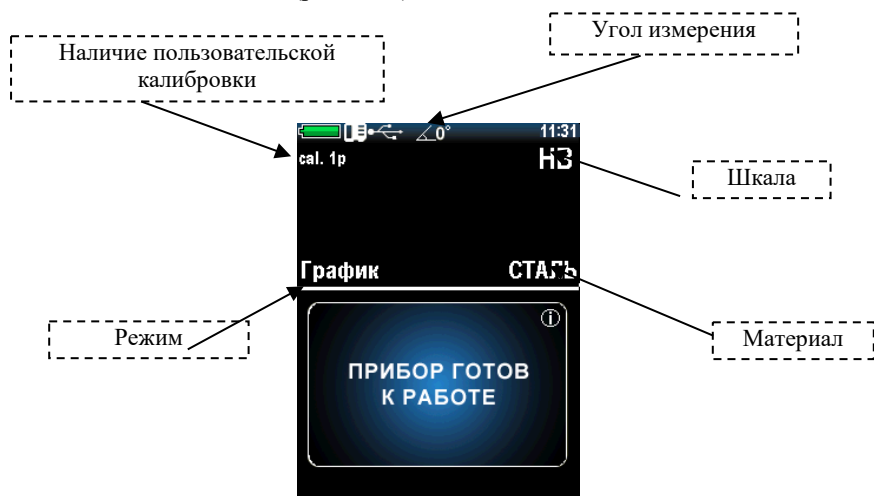

Рисунок 2.13 – Раздел «ИЗМЕРЕНИЯ»
4. Так как датчик уже подключен, прибор сразу переходит в раздел «ИЗМЕРЕНИЯ» (рис. 2.13).